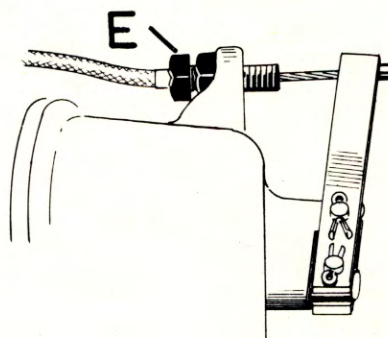

Fig. 5
3. Kupplung (Fig. 5)
Der Kupplungshebel soll etwas totes Spiel haben. Die Nachstellschraube E Fig. 5 befindet sich am Kupplungsgehäuse.
3. Embrayage (Fig. 5)